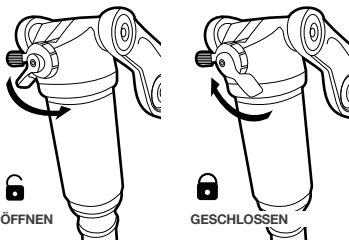

Abb. 21. Offene und geschlossene Stellung am Dämpfer
2. Wenn das Vorhängeschloss offen ist, bedeutet dies, dass an Ihrem Dämpfer der Lockout nicht aktiv ist (siehe *Abb. 21*).
3. Wenn das Vorhängeschloss geschlossen ist, bedeutet dies, dass an Ihrem Dämpfer der Lockout aktiv ist (siehe *Abb. 21*).
4. Um von einer Stellung zur anderen zu wechseln, müssen Sie nur den blauen Hebel mit Ihrem Finger umlegen, wie in *Abb. 21* mit den Pfeilen dargestellt.